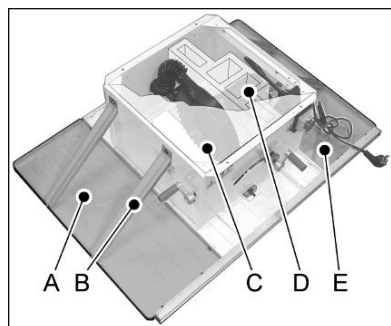

Fig 2
Dévisser la plaque de recouvrement (C, Fig 2) et retirer le dispositif de sécurité du transport (D).